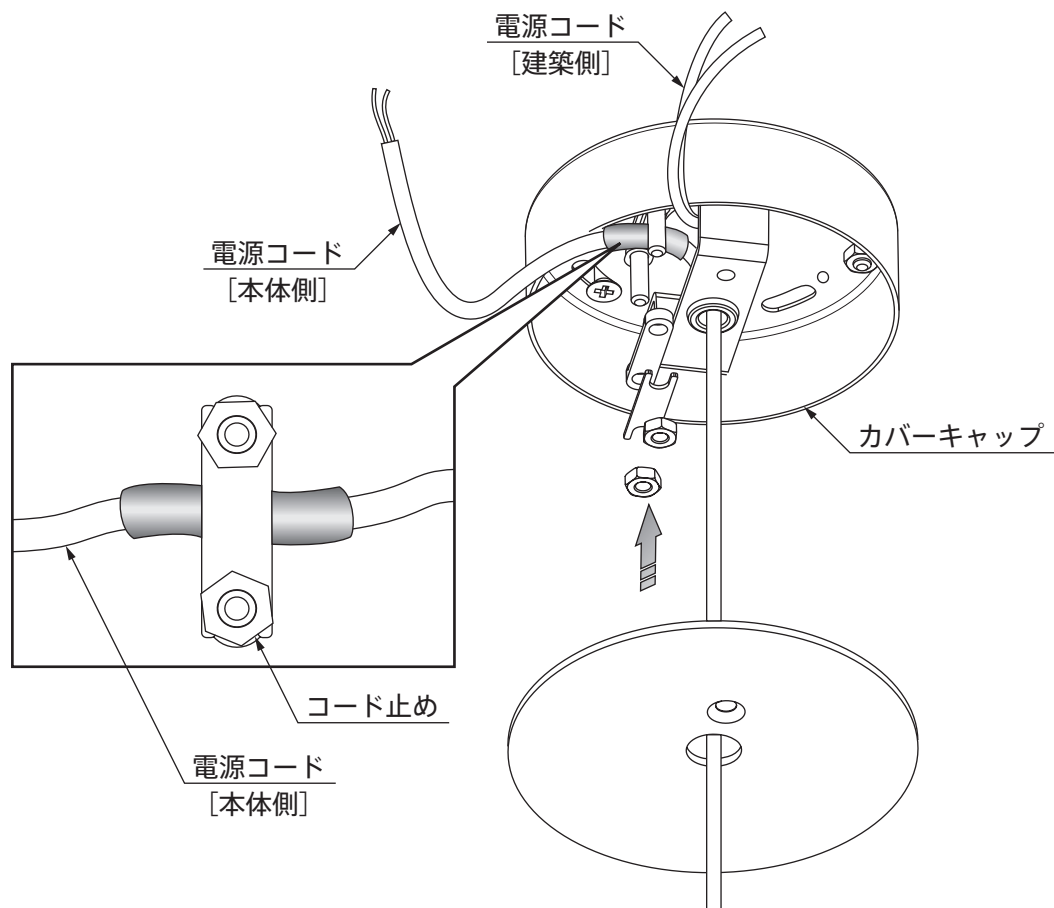

図 4
6. 電源コードをカバーキャップ内におさめながら、六角レンチを使用し、固定ネジにてカバーキャップフタを固定します。（図4）